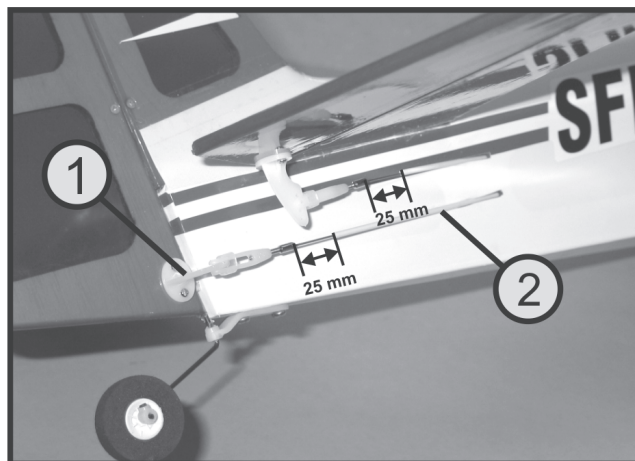

Figure 16
Ajustez les gaines des câbles sous gaine (1) jusqu'à ce que la distance par rapport aux douilles de soudage s'élève à 25 mm (voir figure 16).